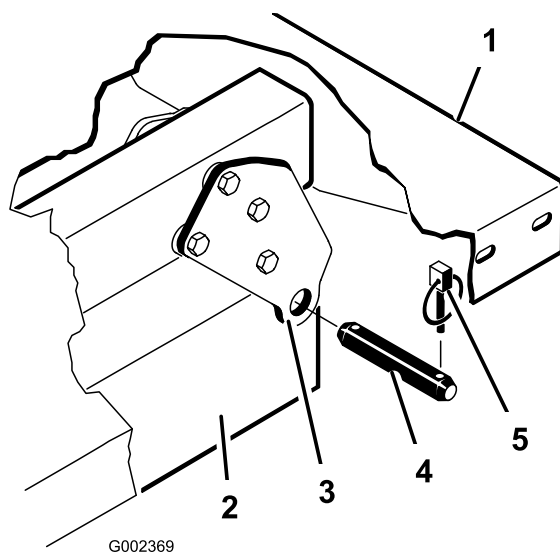

Figura 4
6. Retire los pasadores de seguridad y los pasadores de horquilla que sujetan las placas de giro de la plataforma a los perfiles del bastidor de la máquina (Figura 4).